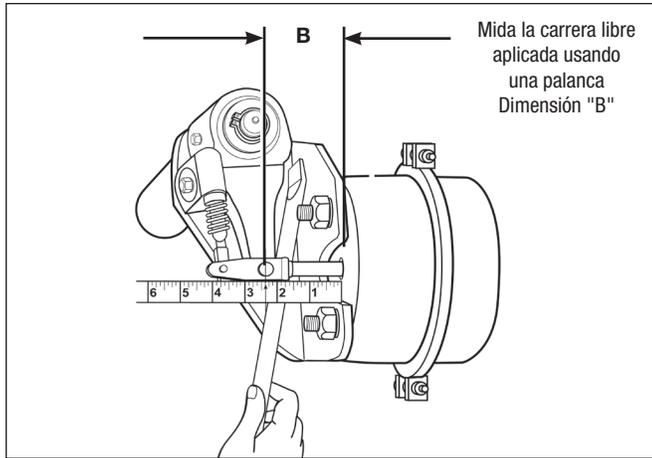

Figura 9 – Mida la carrera libre aplicada usando una palanca
- Mida la carrera libre aplicada con una palanca y vuelva a medir desde la cara de la cámara de aire hasta la línea central del pasador de horquilla. Consulte la figura 9. Registre la distancia como dimensión "B".